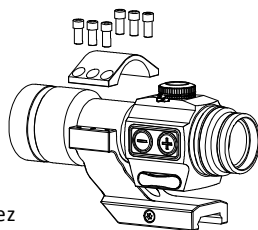

Fig 4
- Montez le viseur sur la parenthèse et suivez l'orientation et la placez qui est montrée dans la figure 4.